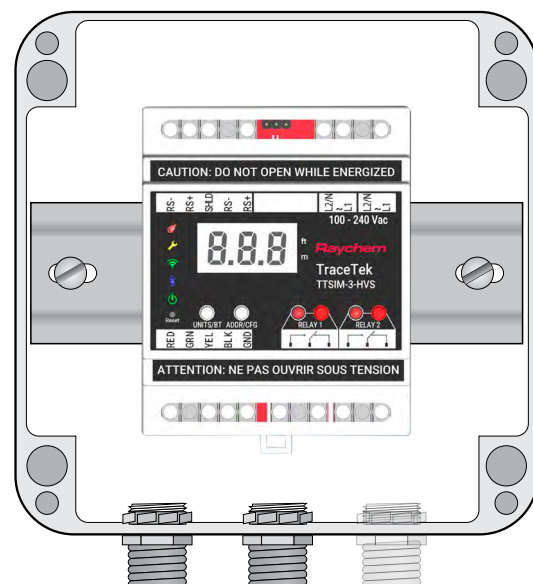

Figure 2. Montage du coffret NEMA 4X
- Une installation typique en extérieur ou en environnement sévère nécessitera jusqu'à trois ouvertures dans le coffret Raychem TraceTek TTSIM-ENC : une pour l'alimentation et la télémétrie entrantes, une pour l'alimentation et la télémétrie sortantes, une pour le câble de raccordement du capteur. Voir Figure 2.